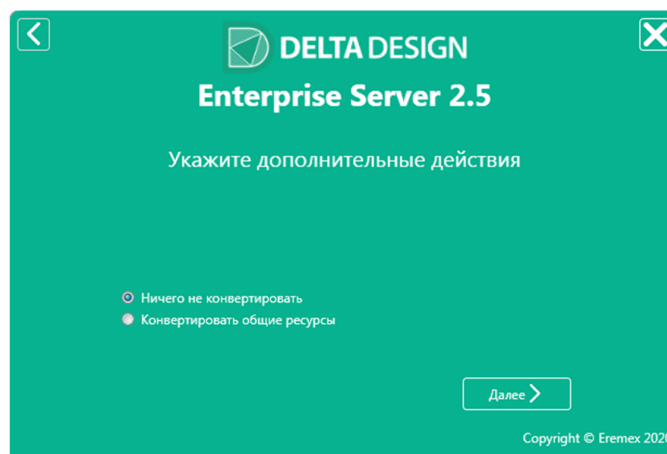

Рис. 3 Дополнительные действия по установке
4. Далее в окне будет предложена возможность выбрать дополнительные действия по установке Сервера, см. Рис. 3: